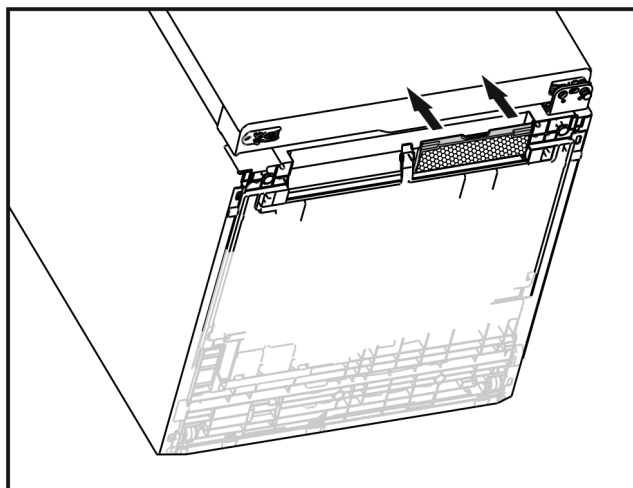

Fig. 5
- ▶ Moskitoblende beidseitig zum Gerät drücken bis sie einrastet (siehe Fig. 5).